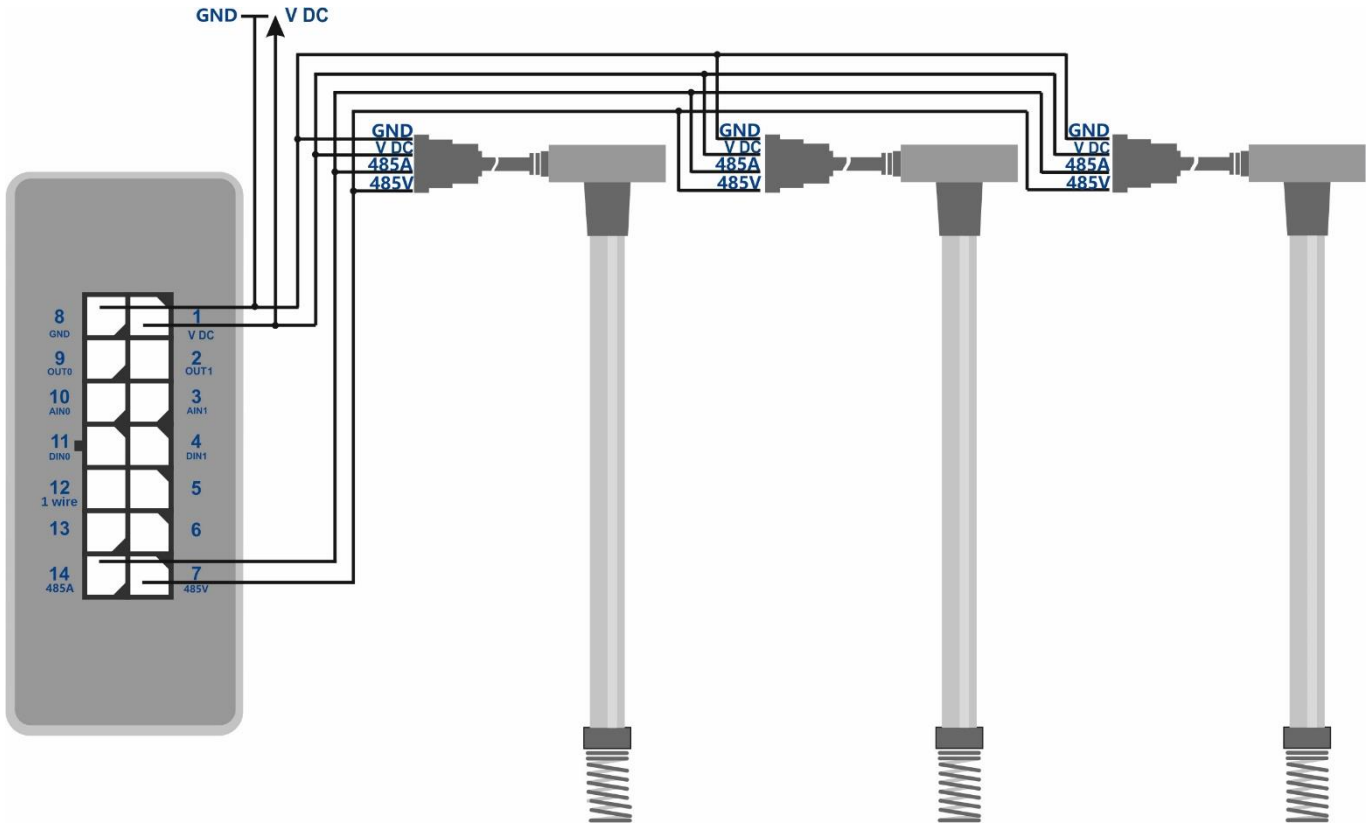

Figura 10 - Esquema de la conexión del sensor de nivel de combustible
2. Conecte las líneas A y B a los contactos 8 y 4 del conector de rastreador, respectivamente. El esquema de conexión está presentada en la figura 10.